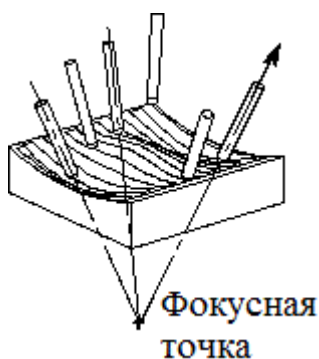

Рис. 1.23. Направление вектора оси инструмента от точки
- **От точки** (*Away From Point*) – позволяет определить переменную ось инструмента расходящимися направлениями от заданной фокальной точки. Вектор оси инструмента располагается началом в заданной фокальной точке и направлен на держатель инструмента (см. рис. 1.23).